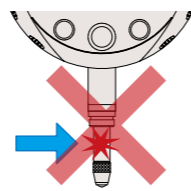

图2
1. 请勿剧烈摇晃测杆或向其施加横向的力，否则会影响动作和精度。(图2)